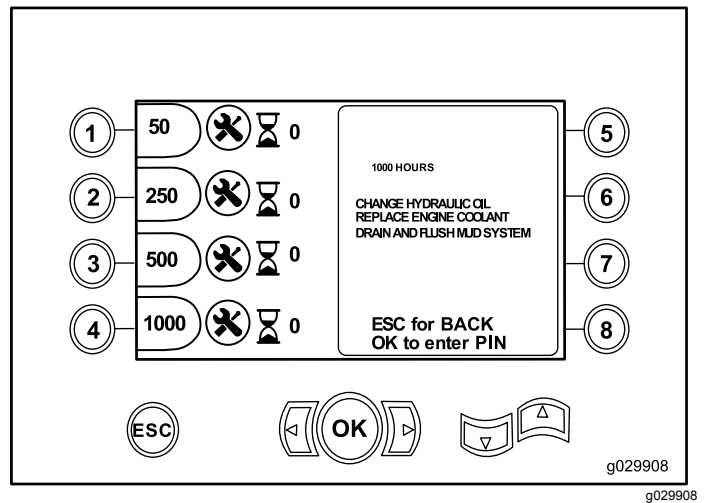

Bild 15
- Taste 4: 1.000 Stunden (Bild 15)